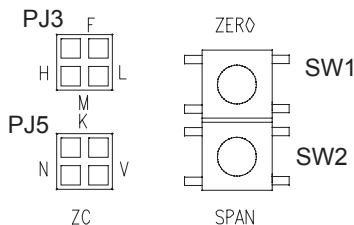

图 5 使用模式和量程选择开关
使用模式和量程分别由2个跳线开关选择, PJ3和PJ5, 见图5。
如果LCD显示模块被安装,并且用户使用在风速测量模式下,K系数就可以调整。此时,需要设置K系数调整模式。即将PJ5的跳线设置在位置“K”,见图5。此时,LCD显示的是皮托管的K系数。这时,就可以调整该K系数了。方法是连续按下“ZERO”和“SPAN”按钮(此时该二个按钮分别相当于“UP”和“DOWN”按钮,即增加和减小),直到需要的K系数被设定好(在LCD上可以看到这个过程)。此时,重新设置PJ5的跳线开关到风速位置“V”。不可以把该跳线开关留在位置“K”。工厂设定的K系数是1.0。其可以调节的范围是0.5-3。
为此,需要设置调整时间常数模式。即将PJ3的跳线开关设置在位置“F”,见图5。此时,LCD会显示该时间常数。这时,就可以调整该常数了。方法是连续按下“ZERO”和“SPAN”按钮(此时该二个按钮分别相当于“UP”和“DOWN”按钮,即增加和减小),直到需要的时间常数被设定好(在LCD上可以看到这个过程)。此时,再重新将该跳线开关恢复到原来的位置。不可以将此开关留在“F”位置上。工厂设定的该常数是0.5秒。
本产品可以由用户自行重新校准。校准按钮是调零按钮“ZERO”和调量程按钮“SPAN”,见图5。共4个参数可以被重新校准:输入压差零点、输入压差满量程、模拟输出零点(即0V或4mA)和模拟输出满量程(即10V或20mA)。输入压差和模拟输出是分别校准的。这些被重新校准的参数都会存储在非易失存储器中,不需要外部电源或电池保持。同时,出厂时的原始设置参数也会永久保存,以便随时恢复。
**校准模拟输出的零点**—首先把跳线开关PJ3设置在“F”位置,把PJ5设置在“K”位置,见图5,然后连续二次按下“ZERO”按钮。该按钮必须在1秒钟内被均匀连续按下2次。过快按2次也不可以。按照产品输出形式的不同,此时,模拟输出应该在0V或4mA附近。这时,再通过连续按下“ZERO”和“SPAN”按钮(此时该二个按钮分别相当于“UP”和“DOWN”按钮,即增加和减小),直到用高精度电压或电流表测试出的电压或电流在0.00 V或4.000 mA。此时,再次同时按下“SPAN”和“ZERO”按钮,则完成本次校准。这时的模拟输出将正确反映当时的过程压差值。
**校准模拟输出满量程**—首先把跳线开关PJ3设置在“F”位置,把PJ5设置在“K”位置,见图5。并将高精度电压表或电流表与变送器输出正确连接,然后连续二次按下“ZERO”按钮。该按钮必须在1秒钟内被均匀连续按下2次。过快按2次也不可以。按照产品输出形式的不同,此时,模拟输出应该在10V或20mA附近。这时,再通过连续按下“ZERO”和“SPAN”按钮(此时该二个按钮分别相当于“UP”和“DOWN”按钮,即增加和减小),直到用高精度电压或电流表测试出的电压或电流在10.00 V或20.000 mA。此时,再次同时按下“SPAN”和“ZERO”按钮,则完成本次校准。这时的模拟输出将正确反映当时的过程压差值。